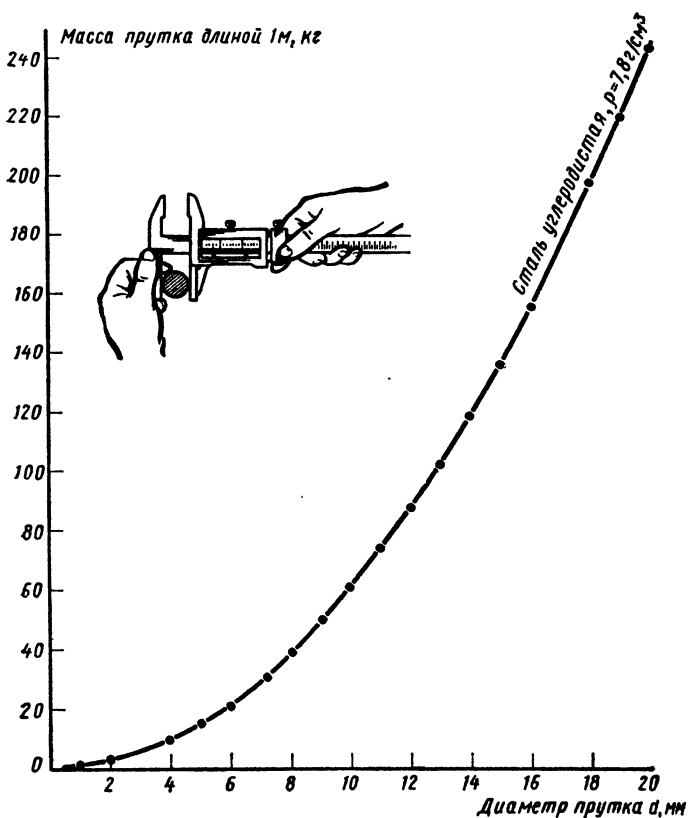

Рис. 34. Штангенциркуль для определения массы проката
Для удобства использования данным методом, определения массы прутков различных металлов и профилей целесообразно предварительно рассчитать коэффициенты  $K$  для каждого из них, а также подготовить соответствующие графики (рис. 34), сделав расчеты массы 1 м указанных прутков. Имея такие графики, можно до-
**Задание.** На рис. 34 показан для примера график для определения массы круглых стальных прутков. Перечертите его на лист миллиметровой бумаги, рассчитайте и добавьте кривые для определения массы прутков из меди, латуни и алюминия, а также массы стальных прутков с квадратными и шестигранными профилями сечения.